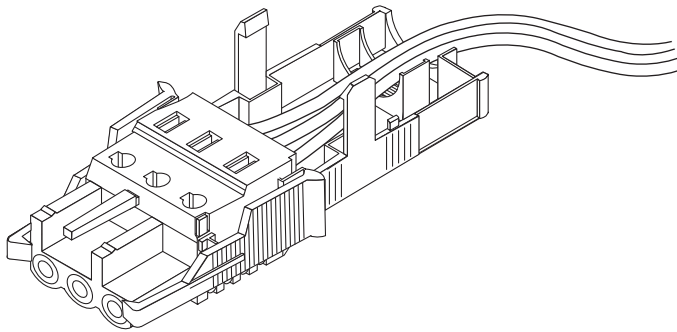

FIGURA 3-7 Colocación de los cables de la carcasa de absorción de tensión
2. Introduzca los tres cables procedentes de la fuente de alimentación de CC por la abertura situada en la parte inferior de la carcasa de absorción de tensión (consulte la FIGURA 3-7).